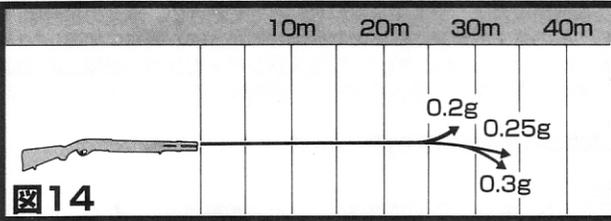

図14
0.25g推奨)をお使いいただき、シェルに3~5発の給弾を行ってください。設定上1発給弾ですとホップアップがかかり過ぎる場合があります。重量の違いにより弾道は図14のグラフのように変化しますが、実物ショットガン同様広がりします。レンジアップシステムは基本的にメンテナンスフリーです。特にシステムの構造上、バレル内への注油はお止めください。
→図14参照
### 5. レンジアップ(ホップアップ)のかかりがおかしい。→ 図14参照
→ **回操作方法の6.レンジアップ(ホップアップ)についての△注意** と **△警告** にあるような理由で、全製品が **図14** のグラフ通りのかかり方ではありません。ご了承ください。また急にレンジアップがかからなくなった場合、ポイントラバーにオイルが付いた、もしくはポイントラバーの脱落ということが考えられます。30回前後撃ってオイル分を飛ばしてください。それでもかかりが全く戻らない場合は脱落ですので、修理依頼をしてください。→ **回マルゼン製品の修理について** を参照